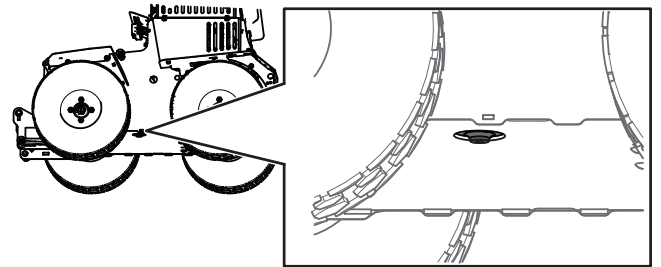

Figura 50
2. Limpie la zona alrededor del tapón del depósito hidráulico (Figura 50).